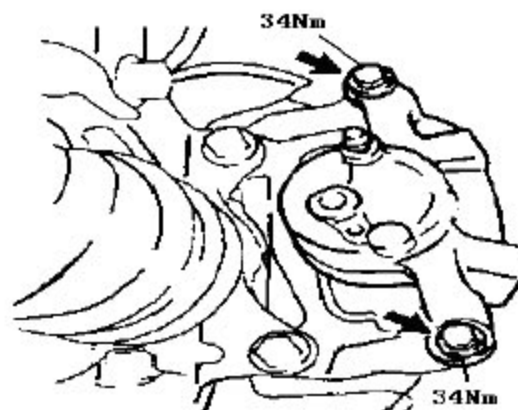

图 3-21
- A). 用 2 个螺栓安装前盘式制动分泵，如图 3-21 所示。拧紧力矩：34N·m。